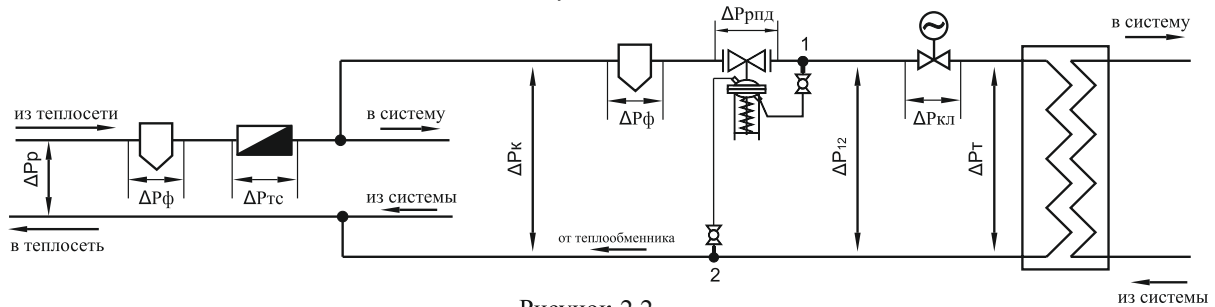

Рисунок 2.2
- регулятор перепада давления установлен на одном из контуров (Рис. 2.2) перепад давления  $\Delta P_{рпд}$  будет равен: